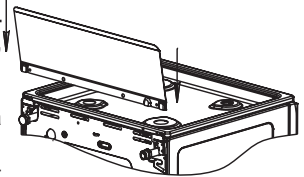

рис. 1
- Плита, комплектуется щитком, который закрепляется перед установкой плиты (рис.1).